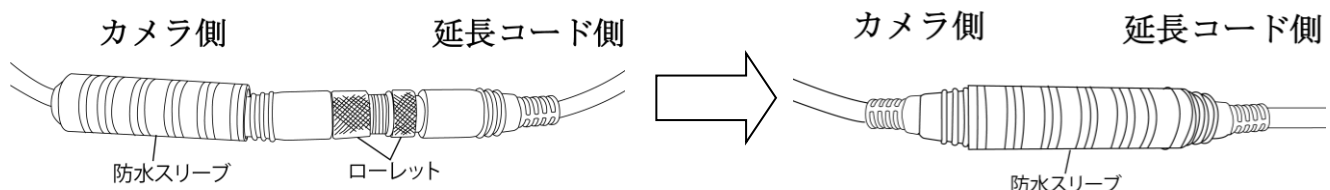

図2
- ③バックカメラのコードを①で開けた穴に通して、バックカメラのコードのコネクターとカメラ延長コードのコネクターの矢印の位置を合わせて、奥まで確実に接続してください。そして、**カメラコードとカメラ延長コードのコネクターのローレット部分を**持ち、時計回転方向に回して確実に締め込んでください。締め込み確認後、防水スリーブで接続部を覆ってください（図2参考）。